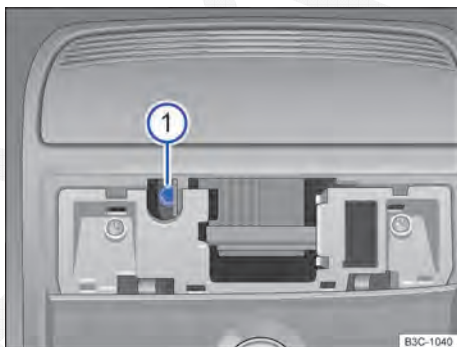

Fig. 214 Parafuso sextavado para fechamento do teto solar.
- Encaixar uma chave sextavada comum¹⁾ de tamanho de 4 mm no parafuso sextavado ⇒ Fig. 214 .